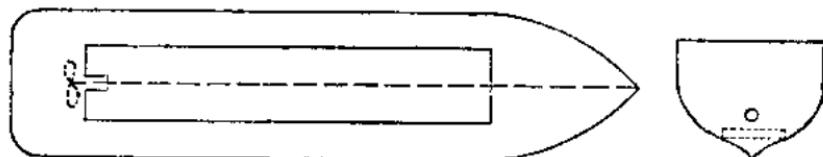

图 2
4. 船身制成以后，在船体内底部放上一块薄木板（板宽 60 毫米，长 240 毫米），用浆糊和纸将木板贴牢在船舱内以备在木板上安装电动机用（图 2）。